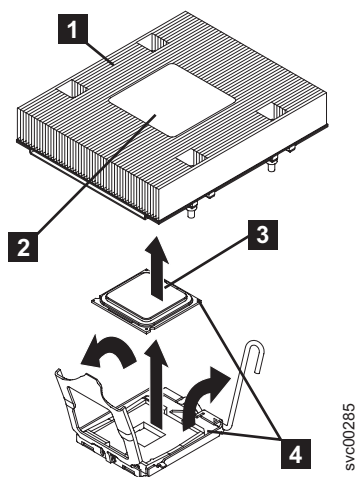

図 254. マイクロプロセッサからのヒートシンクの取り外し
3. ヒートシンク (図 254 の **1**) を取り外します。ヒートシンクの片側にある 2 つの拘束ねじを十分緩めながら、他方の 2 つの拘束ねじを緩めます。(これは、ヒートシンクとマイクロプロセッサの接着を切り離すのに役立ちます。) 拘束ねじを緩めた後でヒートシンクを取り外します。